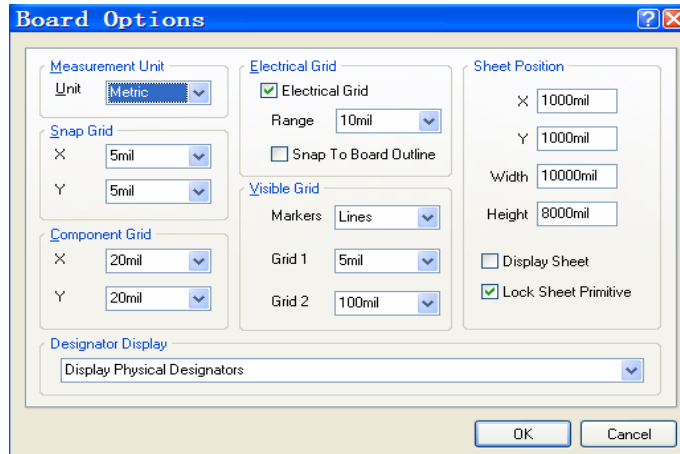

图 1.1
1.2.1 面板选项设定: 选择菜单命令 “Design\Board option...”, 打开设定界面. 如图 1.1